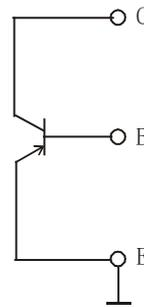
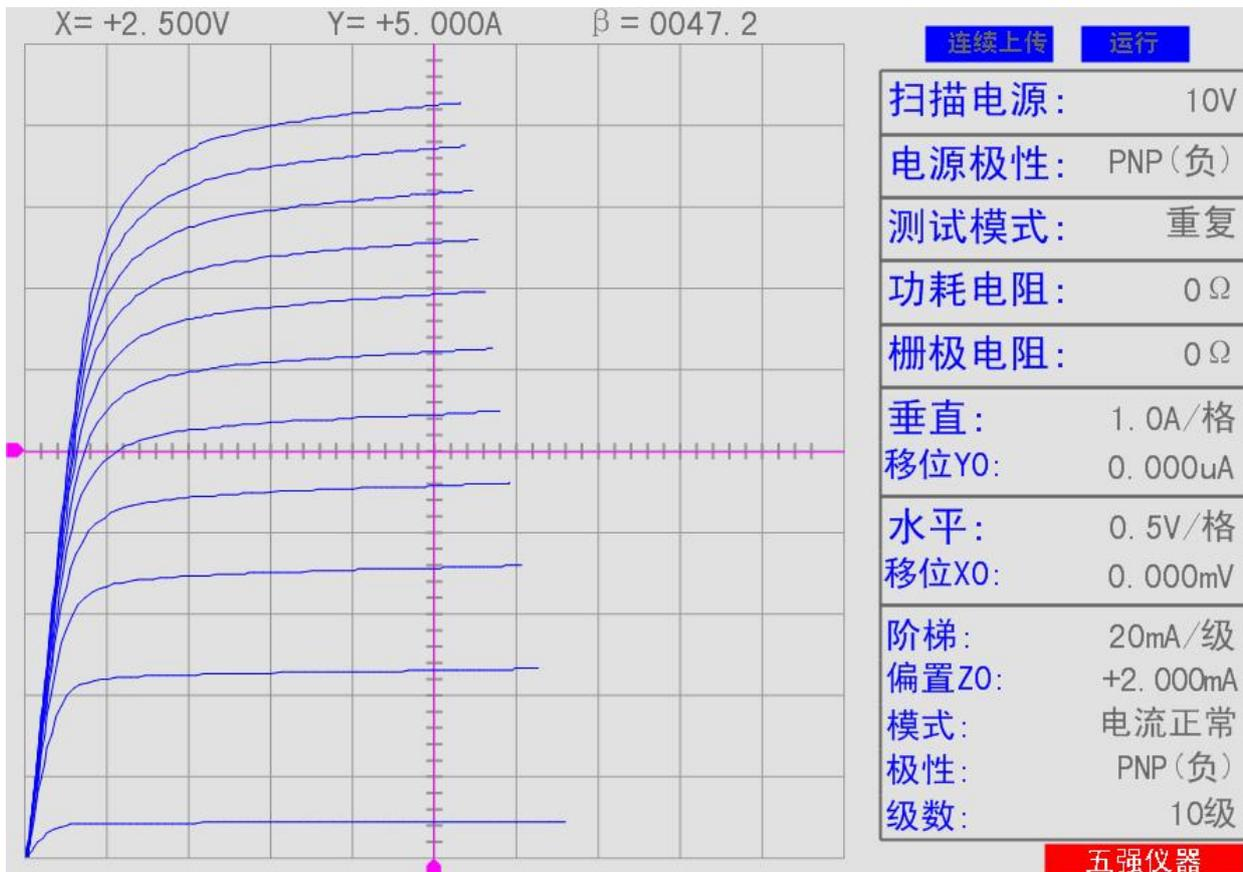

图 24
图 25 TIP36C 曲线及设置参数档位
6.5 PNP 型三极管 TIP36C 连接见图 24，特性曲线见图 25